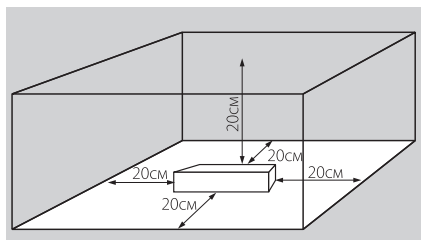

Рис. 1
4.2. Для естественной вентиляции обеспечьте свободное пространство вокруг источника питания не менее 20см, как изображено на *Рис.1*. При невозможности обеспечить свободное пространство используйте принудительную вентиляцию.